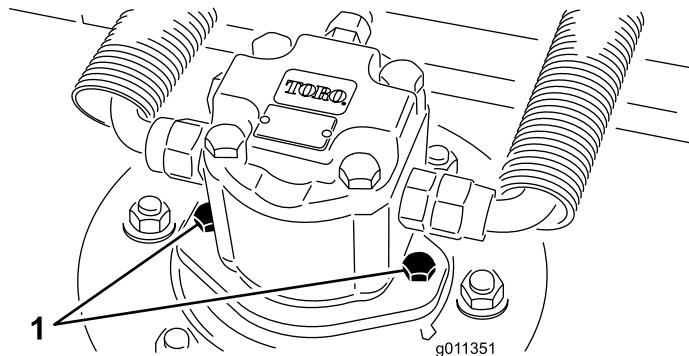

Figura 10
2. Desconecte el motor hidráulico y retírelo de la carcasa (Figura 10). Tape la parte superior del eje para evitar la contaminación.
4. Instale el motor hidráulico en la carcasa (Figura 10). Asegúrese de que la junta tórica está correctamente colocada y que no está dañada.